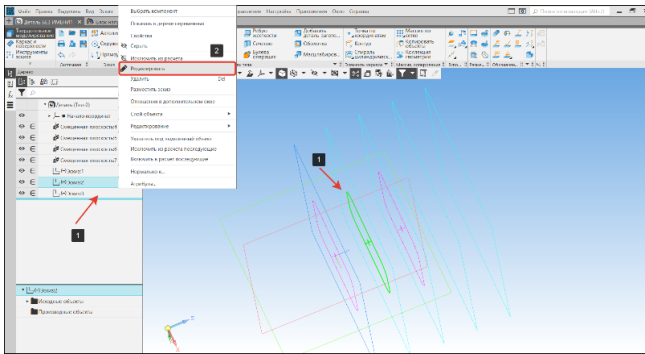

Рисунок 129 – Редактирование эскиза
- В Дереве построения выберем эскиз (1) построенный по сечению В-В (Рисунок 129);
- Вызовем диалоговое окно и выберем операцию Редактировать (2) (Рисунок 129);